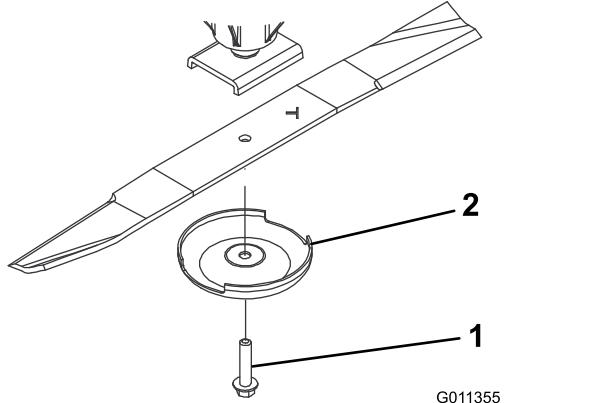

Figure 68
2. Tenez la lame par son extrémité avec un chiffon ou un gant épais. Enlevez le boulon, la coupelle de protection et la lame de l'axe de pivot (Figure 68).
3. Montez la lame, ailette vers l'unité de coupe, et fixez-la avec la coupelle de protection et le boulon (Figure 68). Serrez le boulon de la lame à un couple de 115 à 149 N·m.